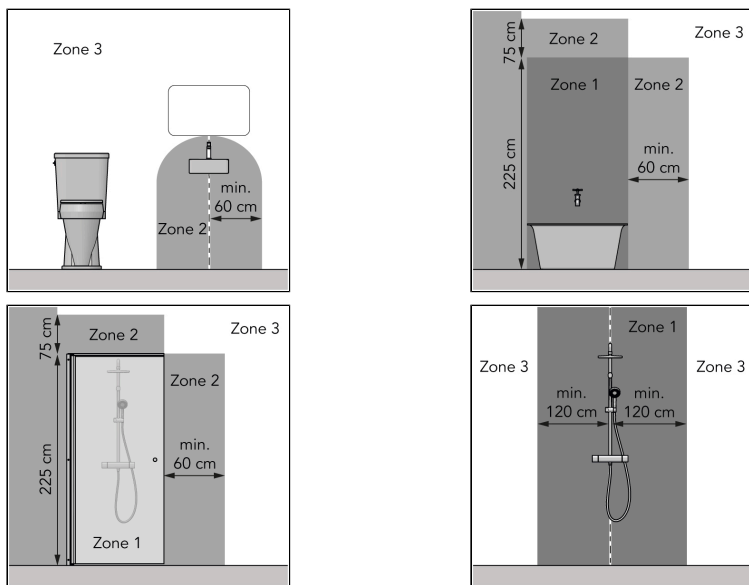

Figure 55.
- dans la zone 3 d'un cabinet de toilette ou d'une salle de bains avec baignoire, douche avec écran ou douche sans écran, voir Figure 55 ;